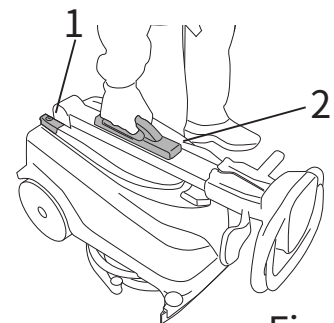

Fig.6
- メインスイッチで機械の電源を切ります（図6、参照1）。
- ハンドルのシャフトをつかみ、本機を持ち上げます（図6、参照2）。